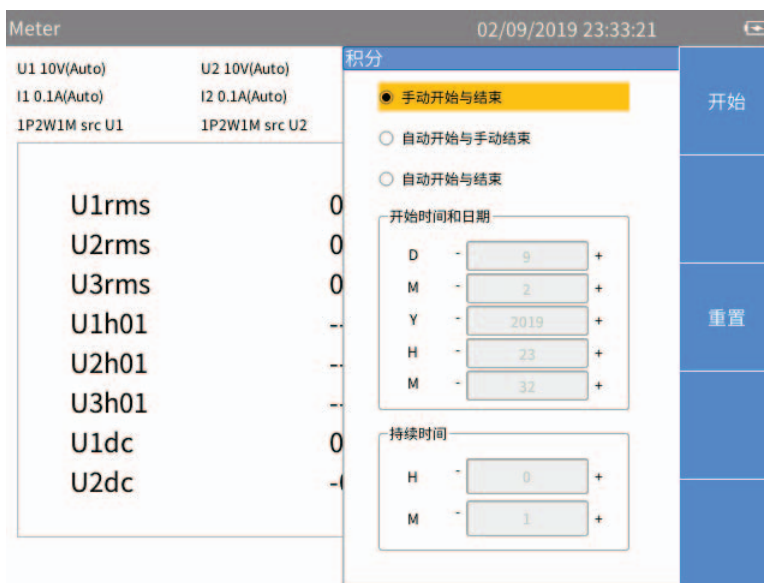

图 16. 自动开始与结束
- 设置自动开始日期与时间、持续时间，并按 **F4** (确认) (如图 图 16。)